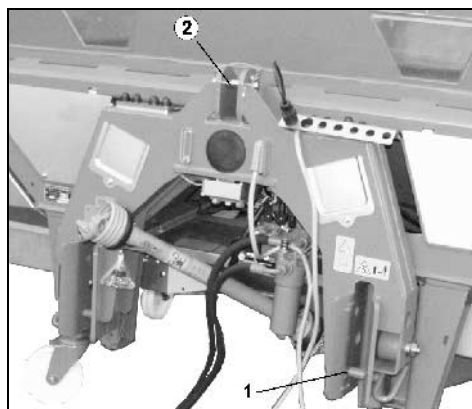

Fig. 17
- Traktorns dragarmar kopplas till tapparna (Kat II) (Fig. 17/1) i övre borrarngen på dragarmskonsolen och säkras med fjädersprintar.
- Toppstången kopplas med bult (Kat. II) (Fig. 17/2) och säkras med fjädersprint.